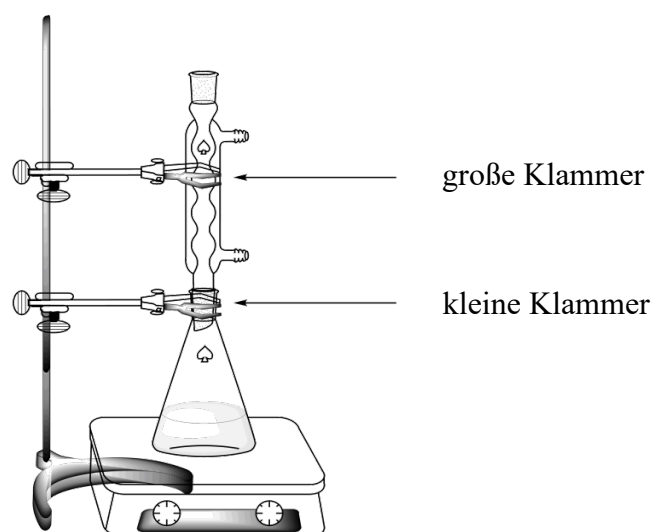

Abb. 1. Apparatur zum Erhitzen der Reaktionsmischung unter Rückflusskühlung
4. **Schließen** Sie den Rückflusskühler an, indem Sie die große Klammer lockern und eine Schliffverbindung herstellen (siehe Abb. 1). **Halten** Sie Ihre HELP-Karte hoch. Die Laboraufsicht wird Ihnen dann die Wasserkühlung und die Heizplatte einschalten.
14. **Führen** Sie die Umkristallisation des Rohproduktes im 50 mL Erlenmeyerkolben mit **Schliff** mit der notwendigen Menge dieser Wasser/Ethanol-Mischung durch. Verwenden Sie den gleichen apparativen Aufbau wie für das Rückflusskochen (siehe Abb. 1). **Halten** Sie Ihre HELP-Karte hoch. Die Laboraufsicht wird Ihnen dann die Wasserkühlung und die Heizplatte einschalten. Geben Sie bei Bedarf weiteres Lösungsmittel über die obere Kühleröffnung zu.